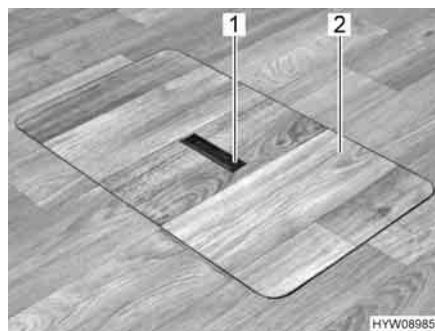
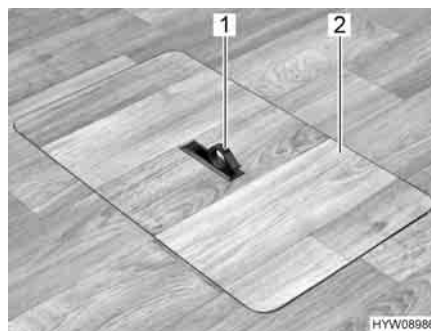

Fig. 75 Copertura vano pavimento (maniglia abbassata)
Fig. 76 Copertura vano pavimento (maniglia estratta)
- Spingere la piastra di presa (Fig. 75,1) verso il basso da un lato. La maniglia (Fig. 76,1) viene ruotata verso l'alto.
- Alzare la copertura (Fig. 76,2).
- Collocare la copertura (Fig. 76,2) nell'intelaiatura presente sul fondo.